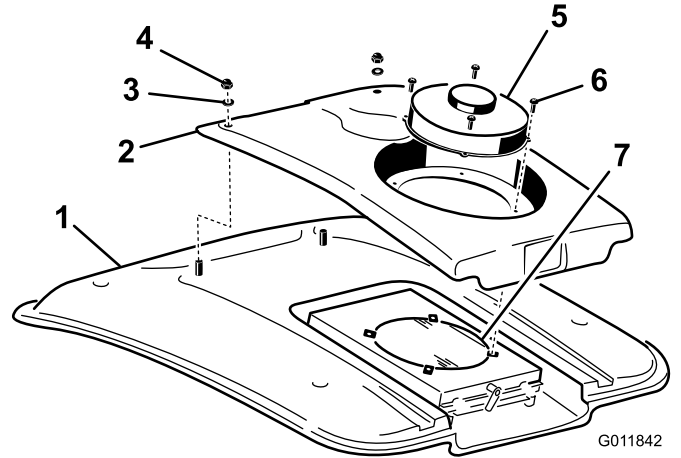

図 73
2. ファンとコンデンサカバーをファンマウントに固定しているネジ（4本）を取る（図 73）。
4. コンデンサカバーの前部をキャブの屋根に固定しているナット（2個）とワッシャを外す（図 73）。
8. スクリーンを圧縮空気ですすいで洗い浄する（図 73）。